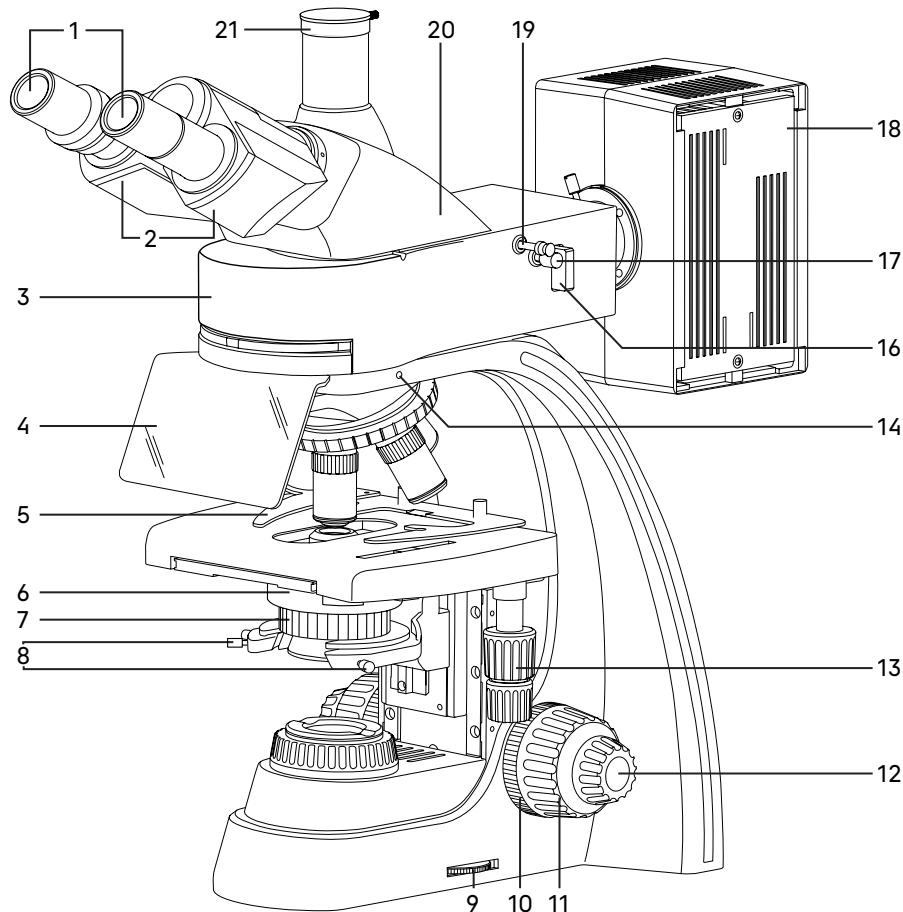
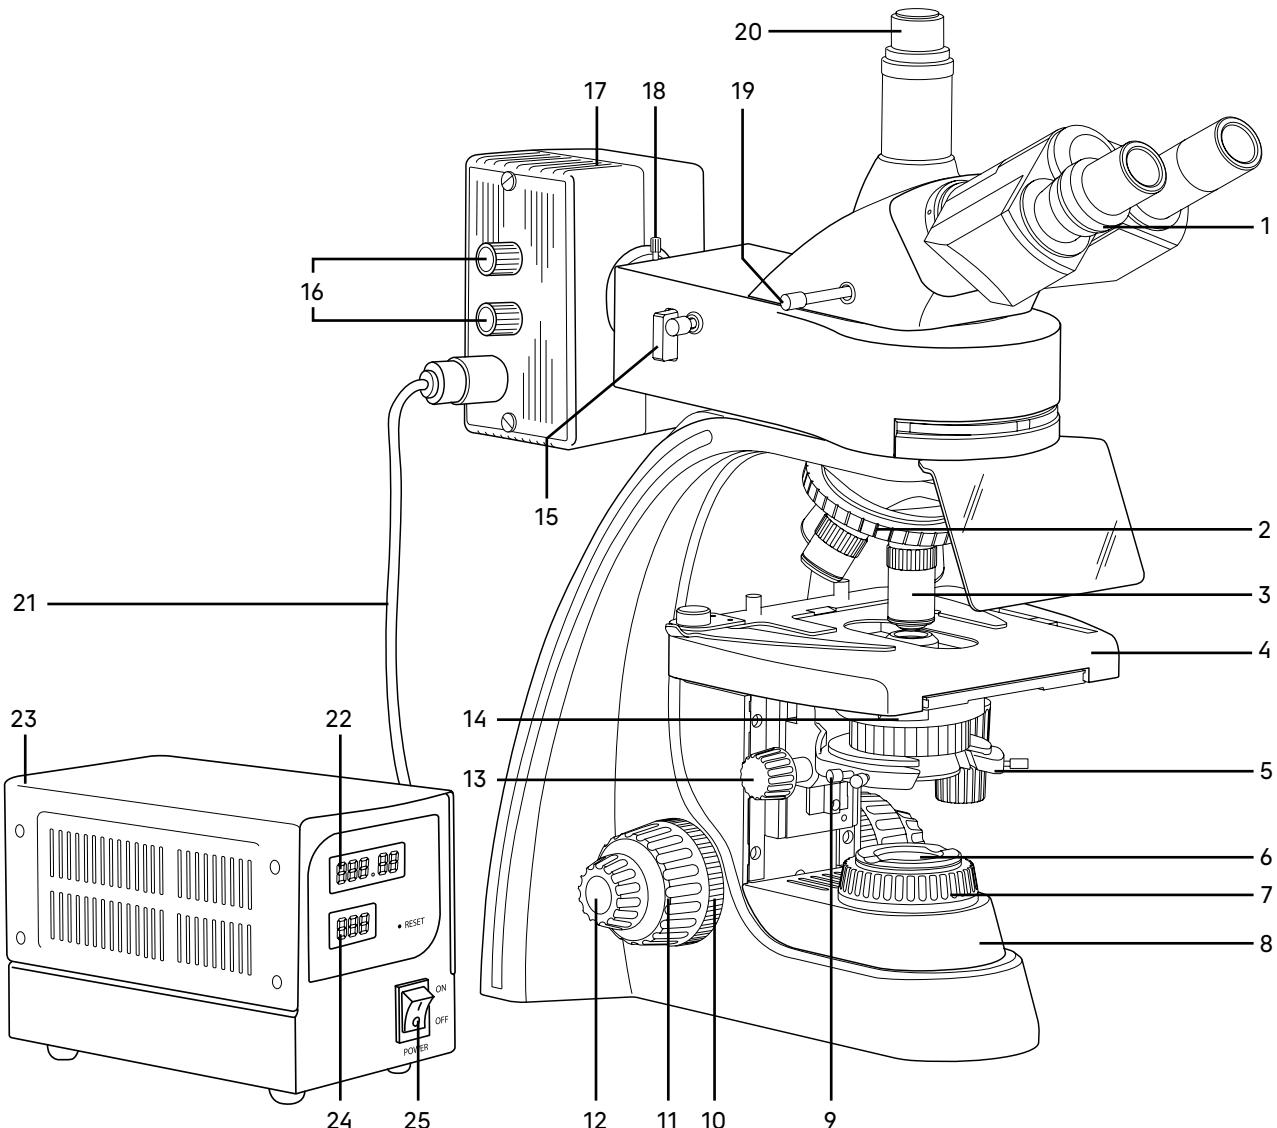

Рис. 1. Микроскоп MAGUS Lum 400. Вид справа
Рис. 2. Микроскоп MAGUS Lum 400. Вид слева
Штатив 8 (рис. 2) представляет собой цельную конструкцию с основанием. Основание имеет У-образную устойчивую эргономичную форму.
- револьвер 2 (рис. 2) с объективами 3 (рис. 2);
- предметный столик 4 (рис. 2);
- кронштейн конденсора 5 (рис. 2);
- коллектор в оправе с полевой диафрагмой 6 (рис. 2).
Ручка 9 (рис. 1) служит для регулировки напряжения питания источника проходящего света.
Фокусировка на объект осуществляется перемещением по высоте предметного столика 4 (рис. 2). Грубая фокусировка производится вращением коаксиальных рукояток 11 (рис. 1, 2), которые расположены по обеим сторонам штатива.
Тонкая фокусировка производится вращением рукояток 12 (рис. 1, 2), расположенных по обеим сторонам штатива. Тонкая фокусировка требуется для точного фокусирования на объект и для подфокусировки микроскопа на резкость изображения при смене объективов и препаратов.
Механизм регулировки жесткости хода грубой фокусировки 10 (рис. 1) – кольцо между штативом и рукояткой грубой фокусировки с правой стороны. С помощью кольца регулируется жесткость хода грубой фокусировки так, чтобы жесткость была комфортной для пользователя, но при этом столик не опускался самопроизвольно во время работы.
Рукоятка блокировки грубой фокусировки 10 (рис. 2) расположена с левой стороны. После завершения грубой фокусировки рекомендуется перевести рычаг в крайнее положение в направлении по часовой стрелке. Таким образом закрепится положение грубой фокусировки для быстрой рефокусировки после смены препарата.
Насадка 20 (рис. 1) обеспечивает визуальное наблюдение изображения объекта. Насадка устанавливается в отверстие верхнего фланца корпуса люминесцентной насадки 3 (рис. 1) и закрепляется винтом 15 (рис. 1). Насадку при установке развернуть окулярами в сторону предметного столика.
Изменение межзрачкового расстояния в насадке осуществляется разворотом окулярных тубусов 2 (рис. 1) в пределах 48–75 мм. Значение расстояния, установленного в соответствии с глазной базой наблюдателя, отсчитывается по шкале на насадке.
Механизм диоптрийной подвижки окуляров служит для компенсации аметропии глаз наблюдателя. Находится на левом окулярном тубусе – кольцо 1 (рис. 2). Второй окулярный тубус насадки неподвижный.
В вертикальный тубус 21 (рис. 1) корпуса визуальной насадки (канал визуализации) для фиксации камеры (видеоокуляра) устанавливается переходник C-mount. Камера служит для вывода изображения на экран компьютера или монITOR/телевизор. Переключение светового потока на вертикальный тубус производится рукояткой 19 (рис. 2). Рукоятка имеет два положения: 100/0 и 0/100.
В комплект микроскопа входят окуляры 1 (рис. 1). Окуляры имеют высокое положение выходного зрачка и предназначены для работы как в очках, так и без них.
Револьверное устройство 2 (рис. 2) обеспечивает установку пяти объективов 3 (рис. 2). Смена объективов производится вращением револьверного устройства за конусную рифленую поверхность до фиксированного положения.
Объективы 3 (рис. 2) рассчитаны на длину тубуса «бесконечность». Парфокальная высота объективов 45 мм, линейное поле зрения в плоскости изображения 22 мм. Рассчитаны для работы с препаратами с толщиной покровного стекла 0,17 мм или без покровного стекла. Микроскоп укомплектован объективами-планахроматами с увеличением 4x, 10x, 40x (люминесцентный), 100x. Дополнительно возможна комплектация объективом-планахроматом 20x и 60x и люминесцентным планахроматом 10x.
Конденсор 6 (рис. 1) установлен в кронштейн 5 (рис. 2) под предметным столиком микроскопа. Тип крепления конденсора – «ласточкин хвост». Конденсор устанавливается по направляющим при поднятом столике и опущенном кронштейне. Перемещение конденсора вдоль оптической оси микроскопа осуществляется с помощью рукоятки перемещения кронштейна конденсора 13 (рис. 2), расположенной слева от наблюдателя под столиком микроскопа. Диапазон перемещения конденсора – не менее 33 мм.
Конденсор имеет слот 14 (рис. 2) для установки слайдера темного поля или слайдера фазового контраста.
Кронштейн конденсора имеет пружинный держатель, с помощью которого двумя винтами 8 (рис. 1) конденсор центрируется в оптической оси. Фиксация конденсора в держателе осуществляется винтом 9 (рис. 2).
Двухкоординатный предметный столик 4 (рис. 2) обеспечивает перемещение объекта в двух взаимно перпендикулярных направлениях с помощью рукояток 13 (рис. 1), расположенных на одной оси.